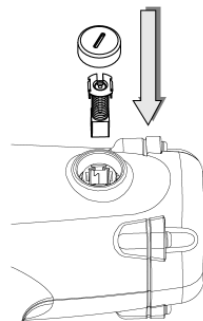

Abb. 5
- Setzen Sie die neue Karbonbürste und Karbonbürstenplatte in der richtigen Reihenfolge wieder in das Gehäuse ein. (Abb. 5).